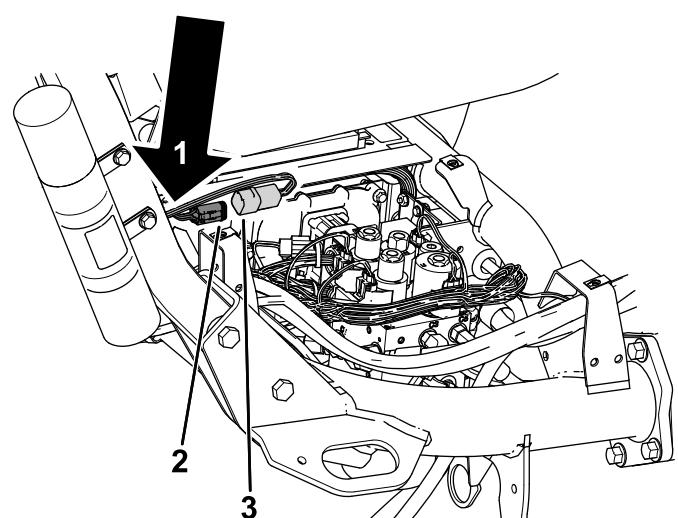

**Figure 9**
4. Déposez le couvercle droit (Figure 9) de la machine.
8. Reposez le couvercle droit (Figure 9) de la machine.